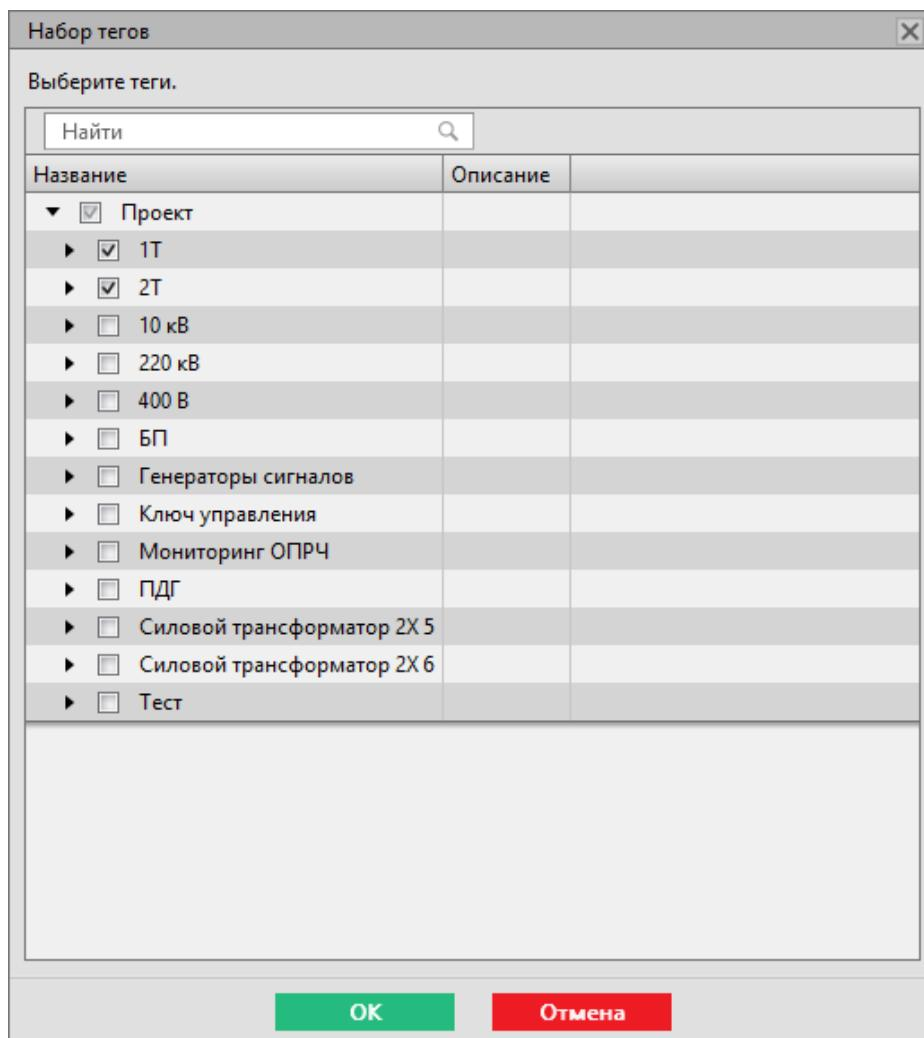

Рисунок 110 - Выбор тегов для политик архивирования
- Выберите теги и нажмите **OK** (Рисунок 110).